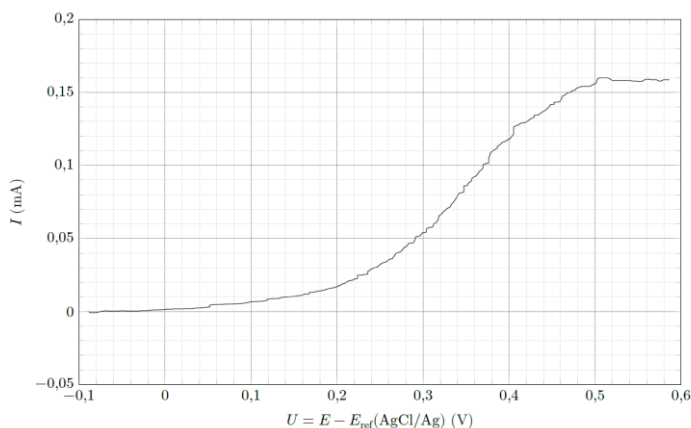

Figure 5
On introduit 40 mg d'un comprimé de Vitascorbol 500[®], dont la masse totale vaut 1,825 g, dans 50 mL de l'électrolyte. On enregistre ensuite la courbe courant-potentiel dans les mêmes conditions. On obtient la courbe donnée sur la figure 5.
9. A l'aide d'un tableau d'avancement, indiquer quelle courbe de la figure 5 correspond à chacun des quatre moments du titrage : avant le début du titrage, avant l'équivalence, à l'équivalence, après l'équivalence.
FIGURE 5 – Courbes intensité potentiel à différents moments du titrage des ions I_3^- par les ions $S_2O_3^{2-}$. La différence de potentiel à courant imposé est représenté par un segment fléché dans les quatre cas.
FIGURE 5 — Représentation simplifiée des courbes courant-tension pour différentes pièces métalliques fraîchement décapées puis plongées dans une solution d'acide sulfurique à $0,5 \text{ mol L}^{-1}$. Toutes les mesures de courant i sont normalisées par la surface S de métal immergée. La mesure pour le chrome pur est donnée en trait plein, celle pour le fer pur est représentée avec des points et celle de l'alliage fer/chrome (acier inoxydable gamme 430) en trait pointillé.